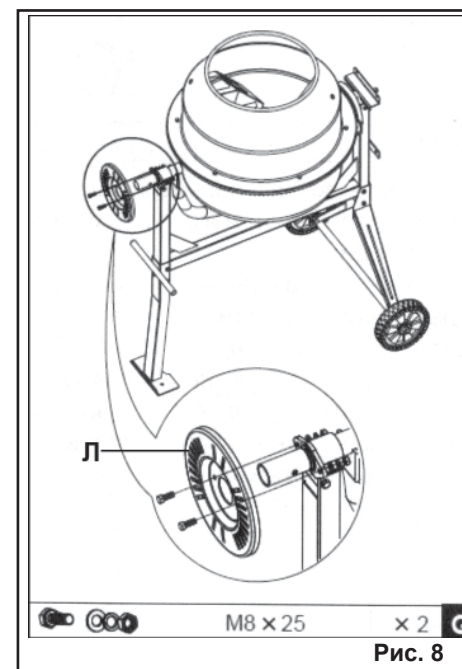

Рис. 8
6.7. Используя крепеж из пакета **G**, установите фиксирующий диск (Л) на ступицу скобы как показано на Рис.8.